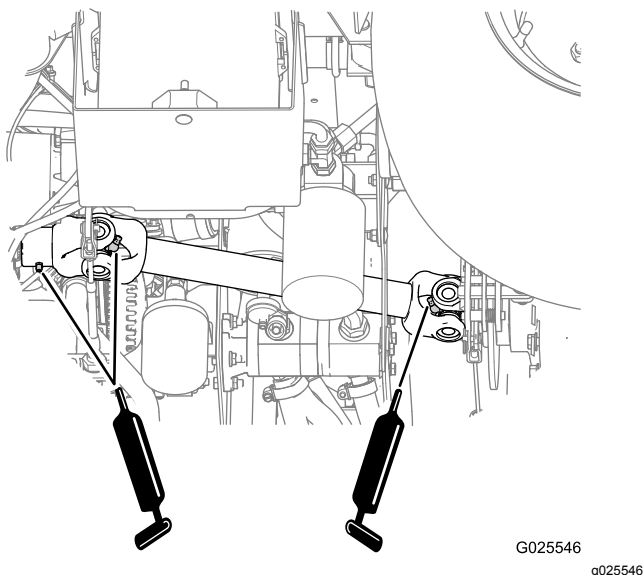

Figura 39
- **Giunti a U dell'albero motore (2)**; fate riferimento alla Figura 39.
- **Forcella scorrevole (1)**; fate riferimento alla Figura 39